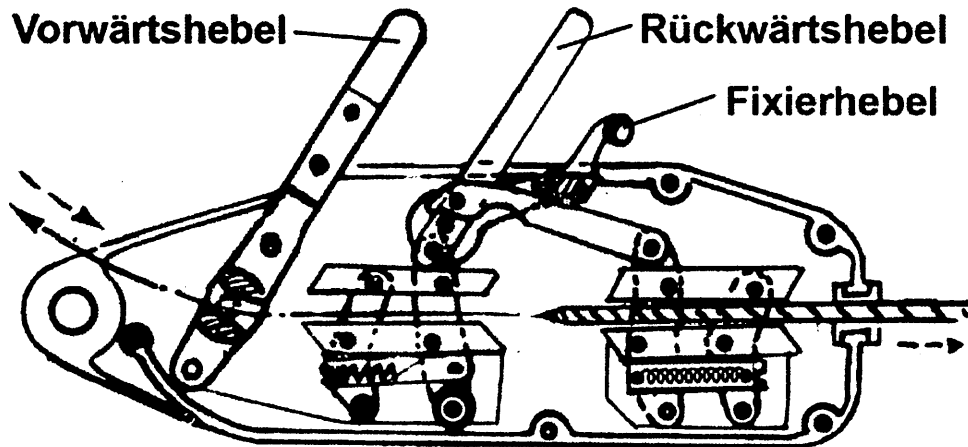

Abbildung 1
1. Drücken Sie den Fixierhebel (15 in Abb.1) nach unten und schieben Sie ihn in Richtung Rückwärtshebel (14) bis der Fixierhebel einrastet.
2. Schieben Sie das Seil in die Öffnung (29) durch die ganze Seilwinde und ziehen Sie das Seil so weit wie möglich durch.